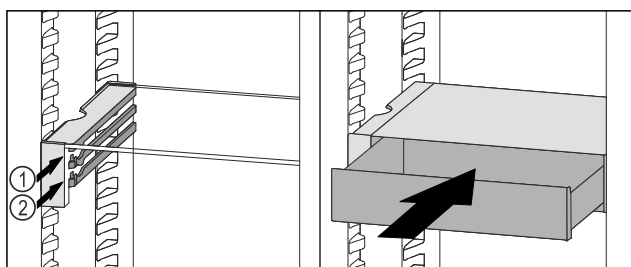

Fig. 91
- Nasaďte zásuvku VarioSafe za zářezky na požadovaném žebro Fig. 91 (1) nebo Fig. 91 (2).